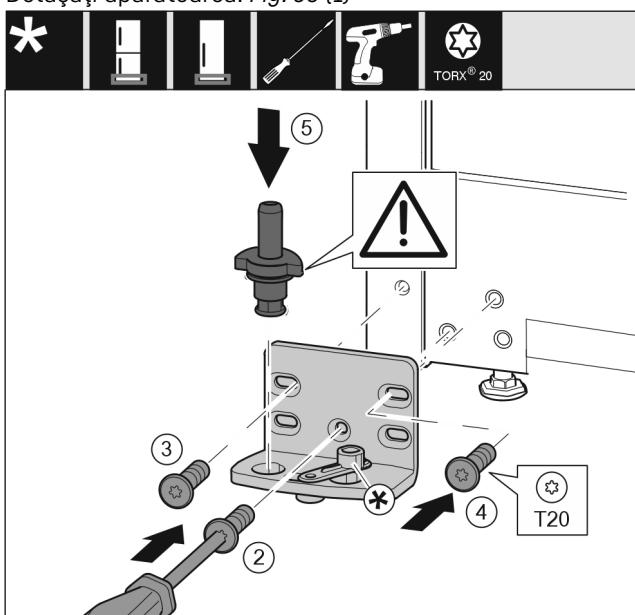

Fig. 36
- Aplicați suportul de lagăr pe partea opusă și înșurubați-l cu ajutorul unei șurubelnite T20. Începeți cu șurubul 2 de jos din centru. Fig. 36 (2)
- Înșurubați ferm șurubul 3 și 4. Fig. 36 (3,4)
- Introduceți complet bolțul de lagăr. Aveți grijă aici ca respectiva camă de cuplare să fie îndreptată către înapoi. Fig. 36 (5)
- Aplicați suportul de lagăr pe partea opusă și înșurubați-l cu ajutorul unei șurubelnite T20. Începeți cu șurubul 2 de jos din centru. (2)
- Rotiți îmbinarea amortizorului de închidere cu 180°. Înșurubați pe partea opusă a suportului de lagăr cu șurubelnita T20. (5)
- Introduceți complet bolțul de lagăr. Aveți grijă aici ca respectiva camă de cuplare să fie îndreptată către înapoi. (6)